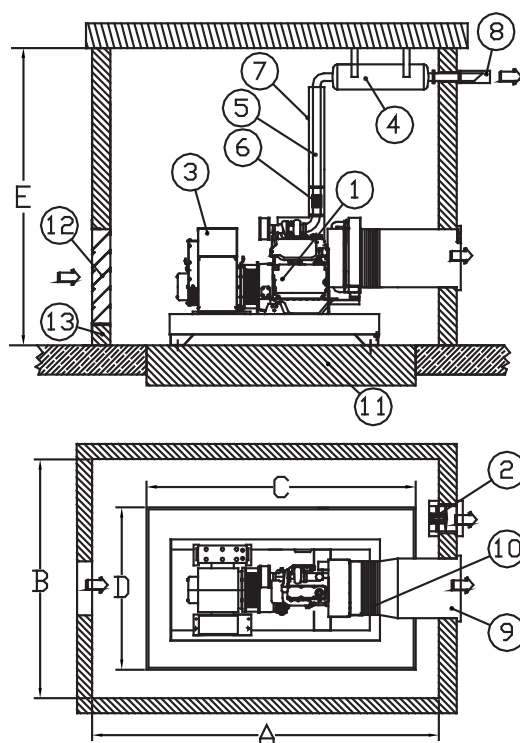

Рис. 6
**ВНИМАНИЕ:** Во избежание образования обратного потока горячего воздуха между радиатором и воздуховыводным отверстием в стене, а также чтобы позволить свободный доступ к радиатору для проведения техобслуживания, установка воздуховыводного канала должна быть такой, как показано в детали 9 на рис. 6.